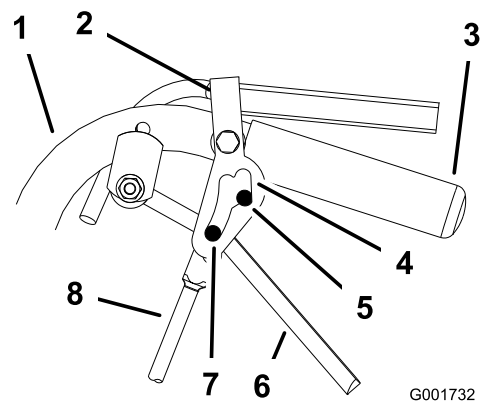

Figure 53
5. Déverrouillez et verrouillez le point mort en vérifiant que la roue ne tourne pas (Figure 53). Continuez cette procédure jusqu'à ce que la roue arrête de tourner.